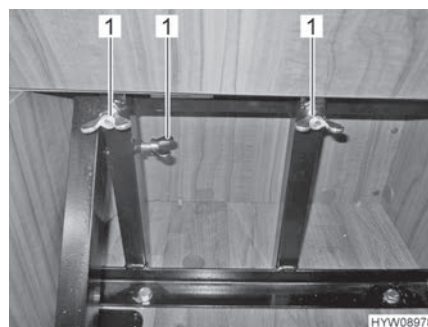

Fig. 36 Bloquer le siège emboîtable avec des écrous à oreilles
- Bloquer le siège emboîtable avec des écrous à oreilles (Fig. 36,1).